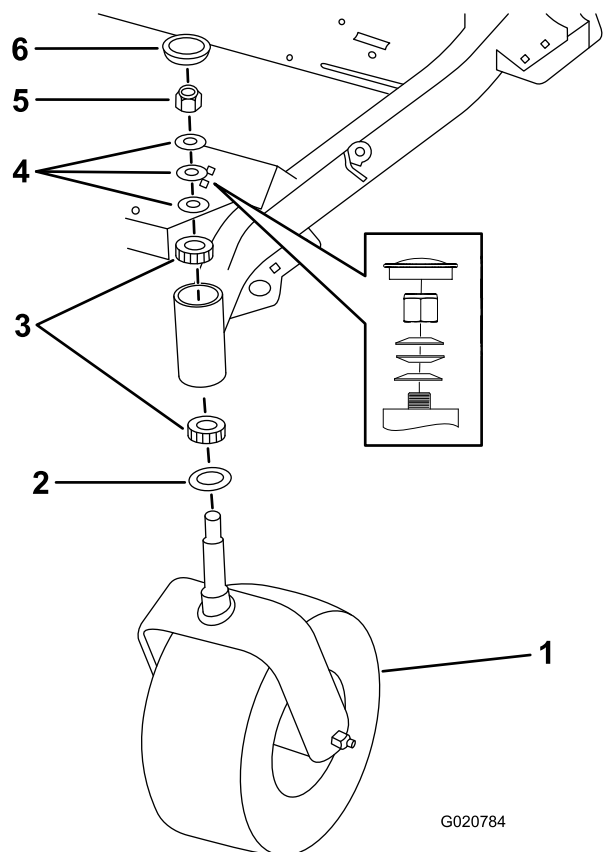

Figura 3
Retire el retén, la contratuercas (3/4 pulgada) y el conjunto de la rueda giratoria de la máquina (Figura 3).
3. Apriete la contratuerca hasta que las arandelas de muelle estén planas, luego afloje 1/4 de vuelta para establecer la pre-carga correcta de los cojinetes (Figura 3).